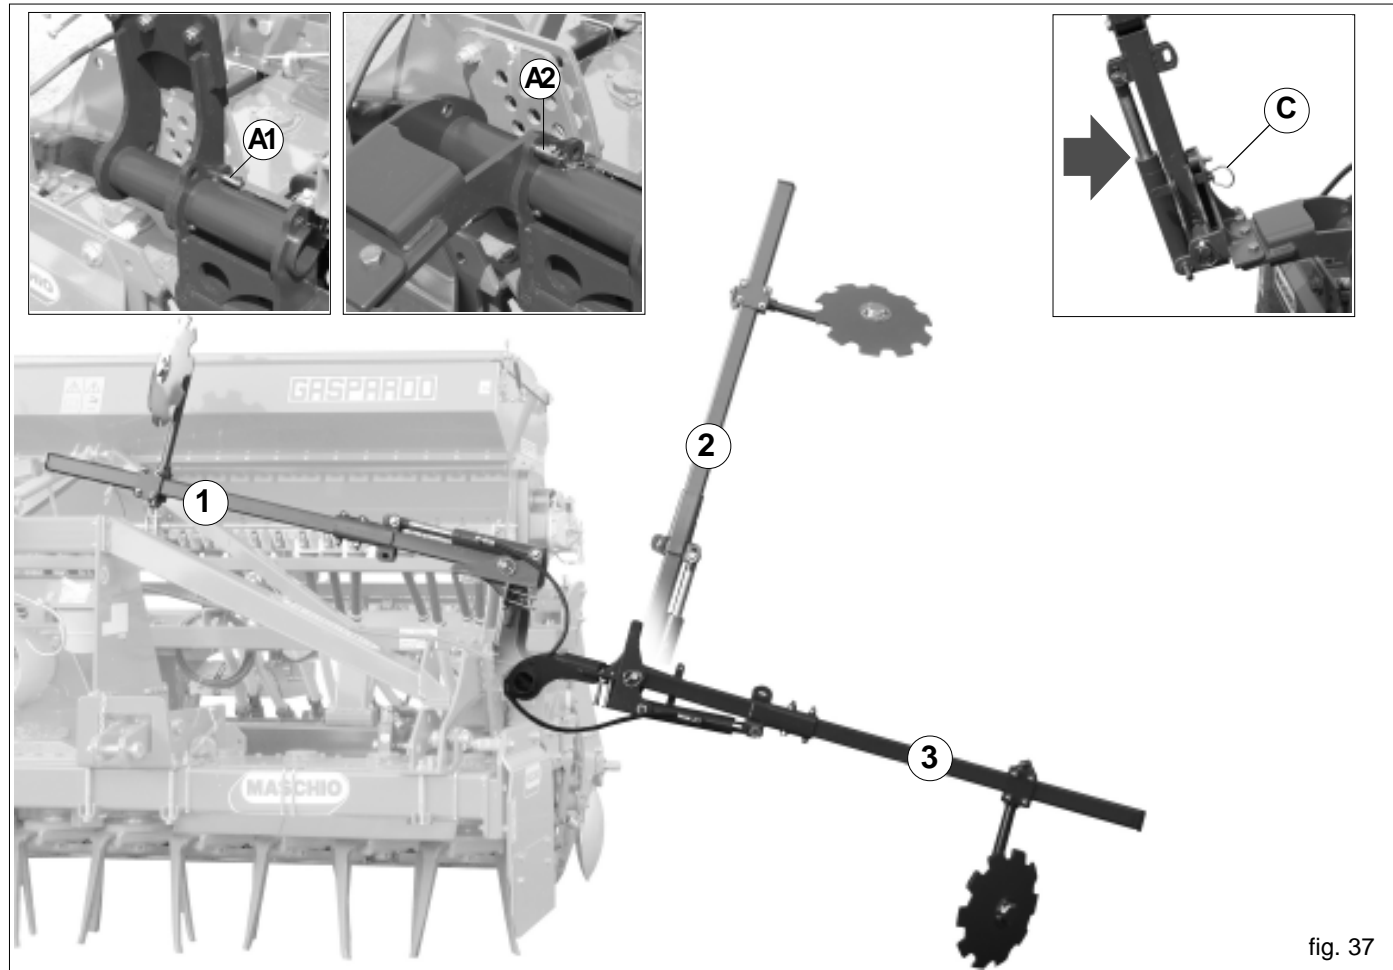

fig. 37
Nella configurazione di trasporto del braccio segnafile (1, Fig. 37), operare come segue:
- sganciare la spina di sicurezza (A1) e ruotare manualmente il braccio segnafile nella posizione (2) bloccandolo con la spina (A2);
- con la mano esercitare una leggera pressione sul braccio segnafile nel senso della freccia (Fig. 37), quindi sganciare le sicurezze previste su entrambi i bracci (C Fig. 37);
- azionare l'impianto oleodinamico per portare il braccio segnafile nella posizione di lavoro (3, Fig. 37).